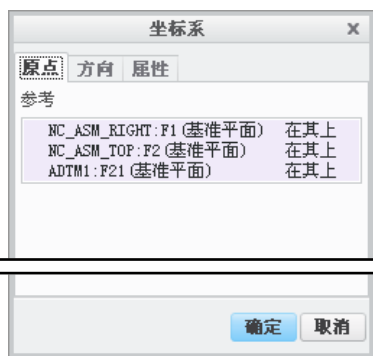
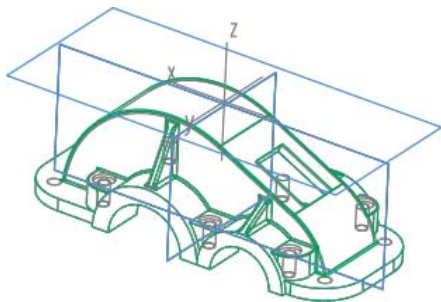

图 10.2.40 “坐标系”对话框
图 10.2.41 创建坐标系
(2) 创建坐标系。在 **铣削** 功能选项卡中单击 **基准** 区域的 **坐标系** 按钮，弹出图 10.2.40 所示的“坐标系”对话框。按住 Ctrl 键依次选择 NC_ASM_RIGHT、NC_ASM_TOP 和 ADTM1 基准平面作为创建坐标系的三个参考平面。单击“坐标系”对话框中的 **确定** 按钮完成坐标系的创建（图 10.2.41）。